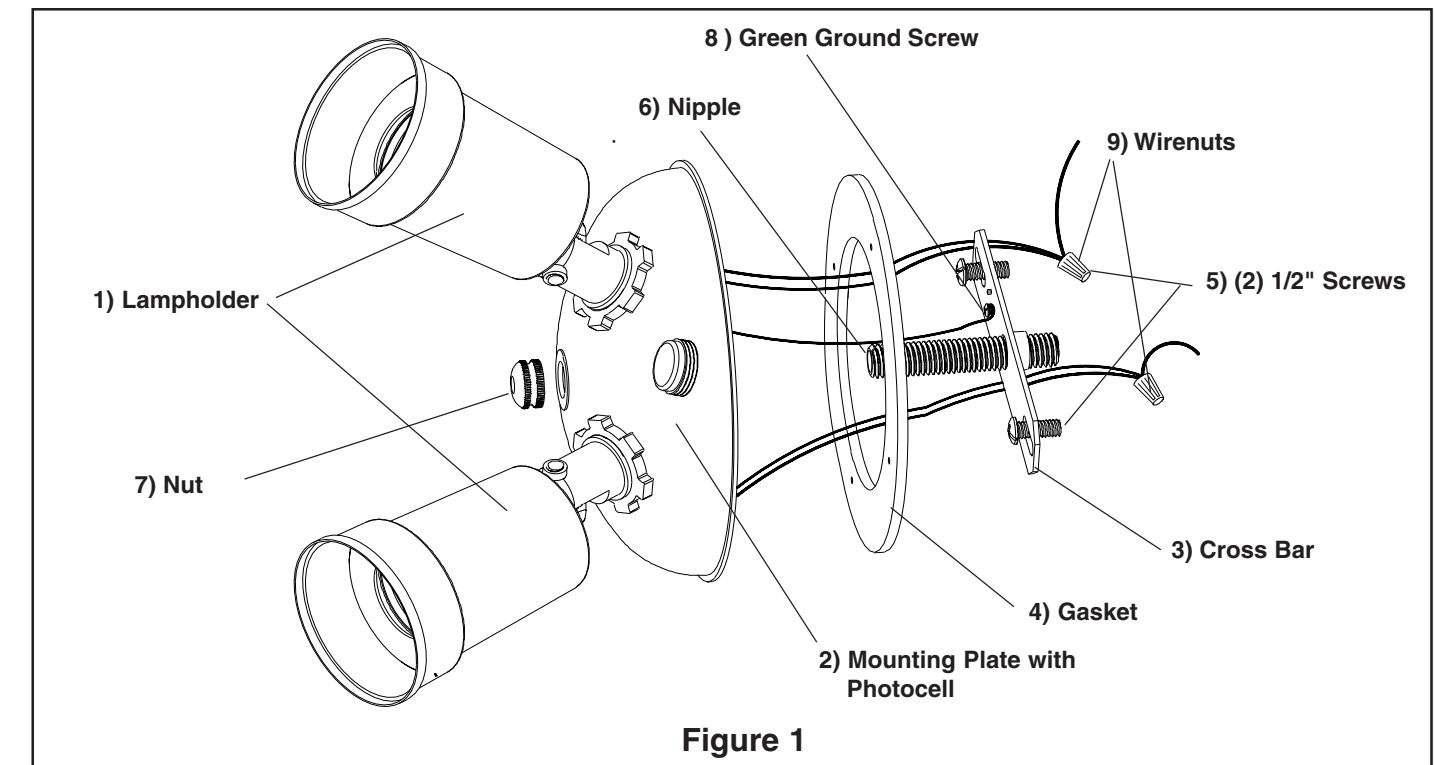

Figure 1
1. Retirer les composants de l'appareil et l'emballage des pièces. S'assurer que toutes les pièces sont incluses. **Voir la fig 1.**
1. Remove fixture components and parts pack. Check that all parts are included. **See Fig 1.**
1. Quite los componentes del luminario y el paquete de piezas. Verifique que todas las piezas estén incluidas. **Vea Fig. 1.**